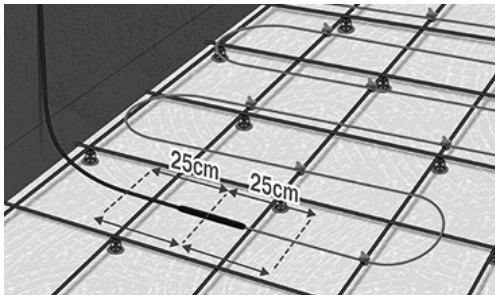

Abb. 4 Legen Sie das Kabel gerade auf jede Seite der Verbindung
4. Die Kabel werden ca. 25 cm beiderseits der Verbindung zwischen Kaltkabel und Heizkabel befestigt, gemessen von der Mitte der Verbindung. Achten Sie darauf, so zu beginnen, dass das Kaltkabel den Thermostat erreichen kann. (Abb. 4).